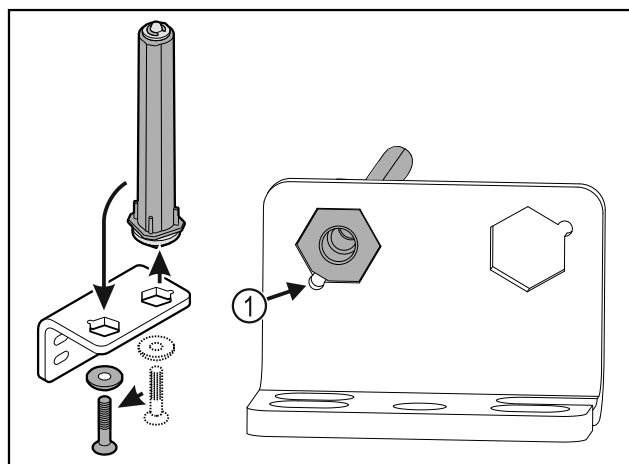

Fig. 33
- ▶ Let erop dat bij het plaatsen de boutafschuiving Fig. 33 (1) naar het ronde gat wijst.